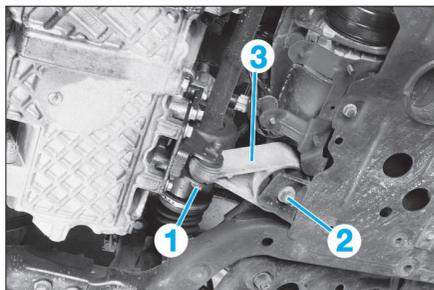

FIG. 15
- Déposer les vis (1) et (2) (Fig.15) puis la biellette anticouple (3).